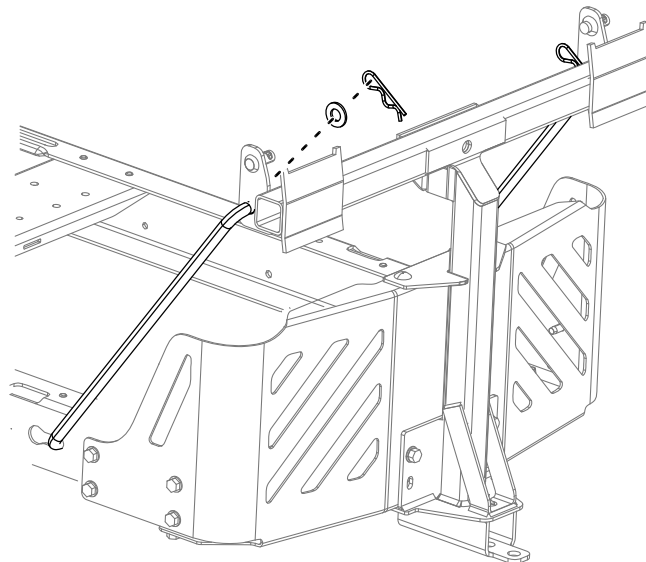

Figura 13
4. Instale a extremidade grande, dobrada de uma barra na ranhura na estrutura do lado esquerdo da máquina e mova a barra para trás para a encaixar na estrutura (Figura 13).
5. Insira as extremidades dobradas das barras na montagem do acessório como se mostra na Figura 13 e prenda a extremidade de cada barra com uma anilha e perno do gancho.